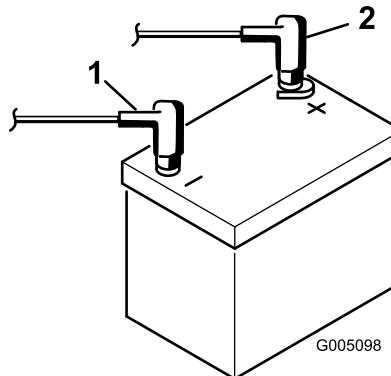

図 8
- 赤いプラス (+) ケーブルをバッテリーのプラス (+) 端子に、黒いマイナス (-) ケーブルはバッテリーのマイナス (-) 端子にはめ、ボルトとナットで固定する(図 8)。ショート防止のために (+) 端子にゴムキャップをかぶせる。